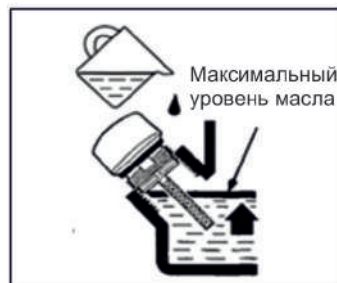

Рис. 9
3. Через маслозаливную горловину залейте моторное масло в картер двигателя до уровня нижней кромки маслозаливной горловины (рис. 9);